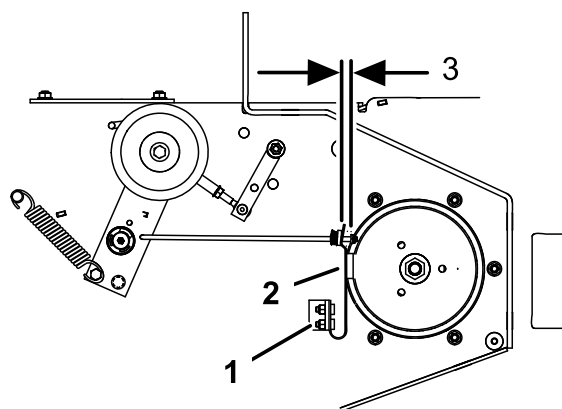

Figure 51
3. Le cas échéant, ajustez les boulons de fixation de ressort de sorte que la plaquette de frein de lame frotte contre les deux côtés de la gorge de la poulie (Figure 51).
4. Ajustez l'écrou à l'extrémité de la tige de frein jusqu'à ce que l'écrou et l'entretoise soient espacés de 3 à 5 mm (1/8 à 3/16") (Figure 51).